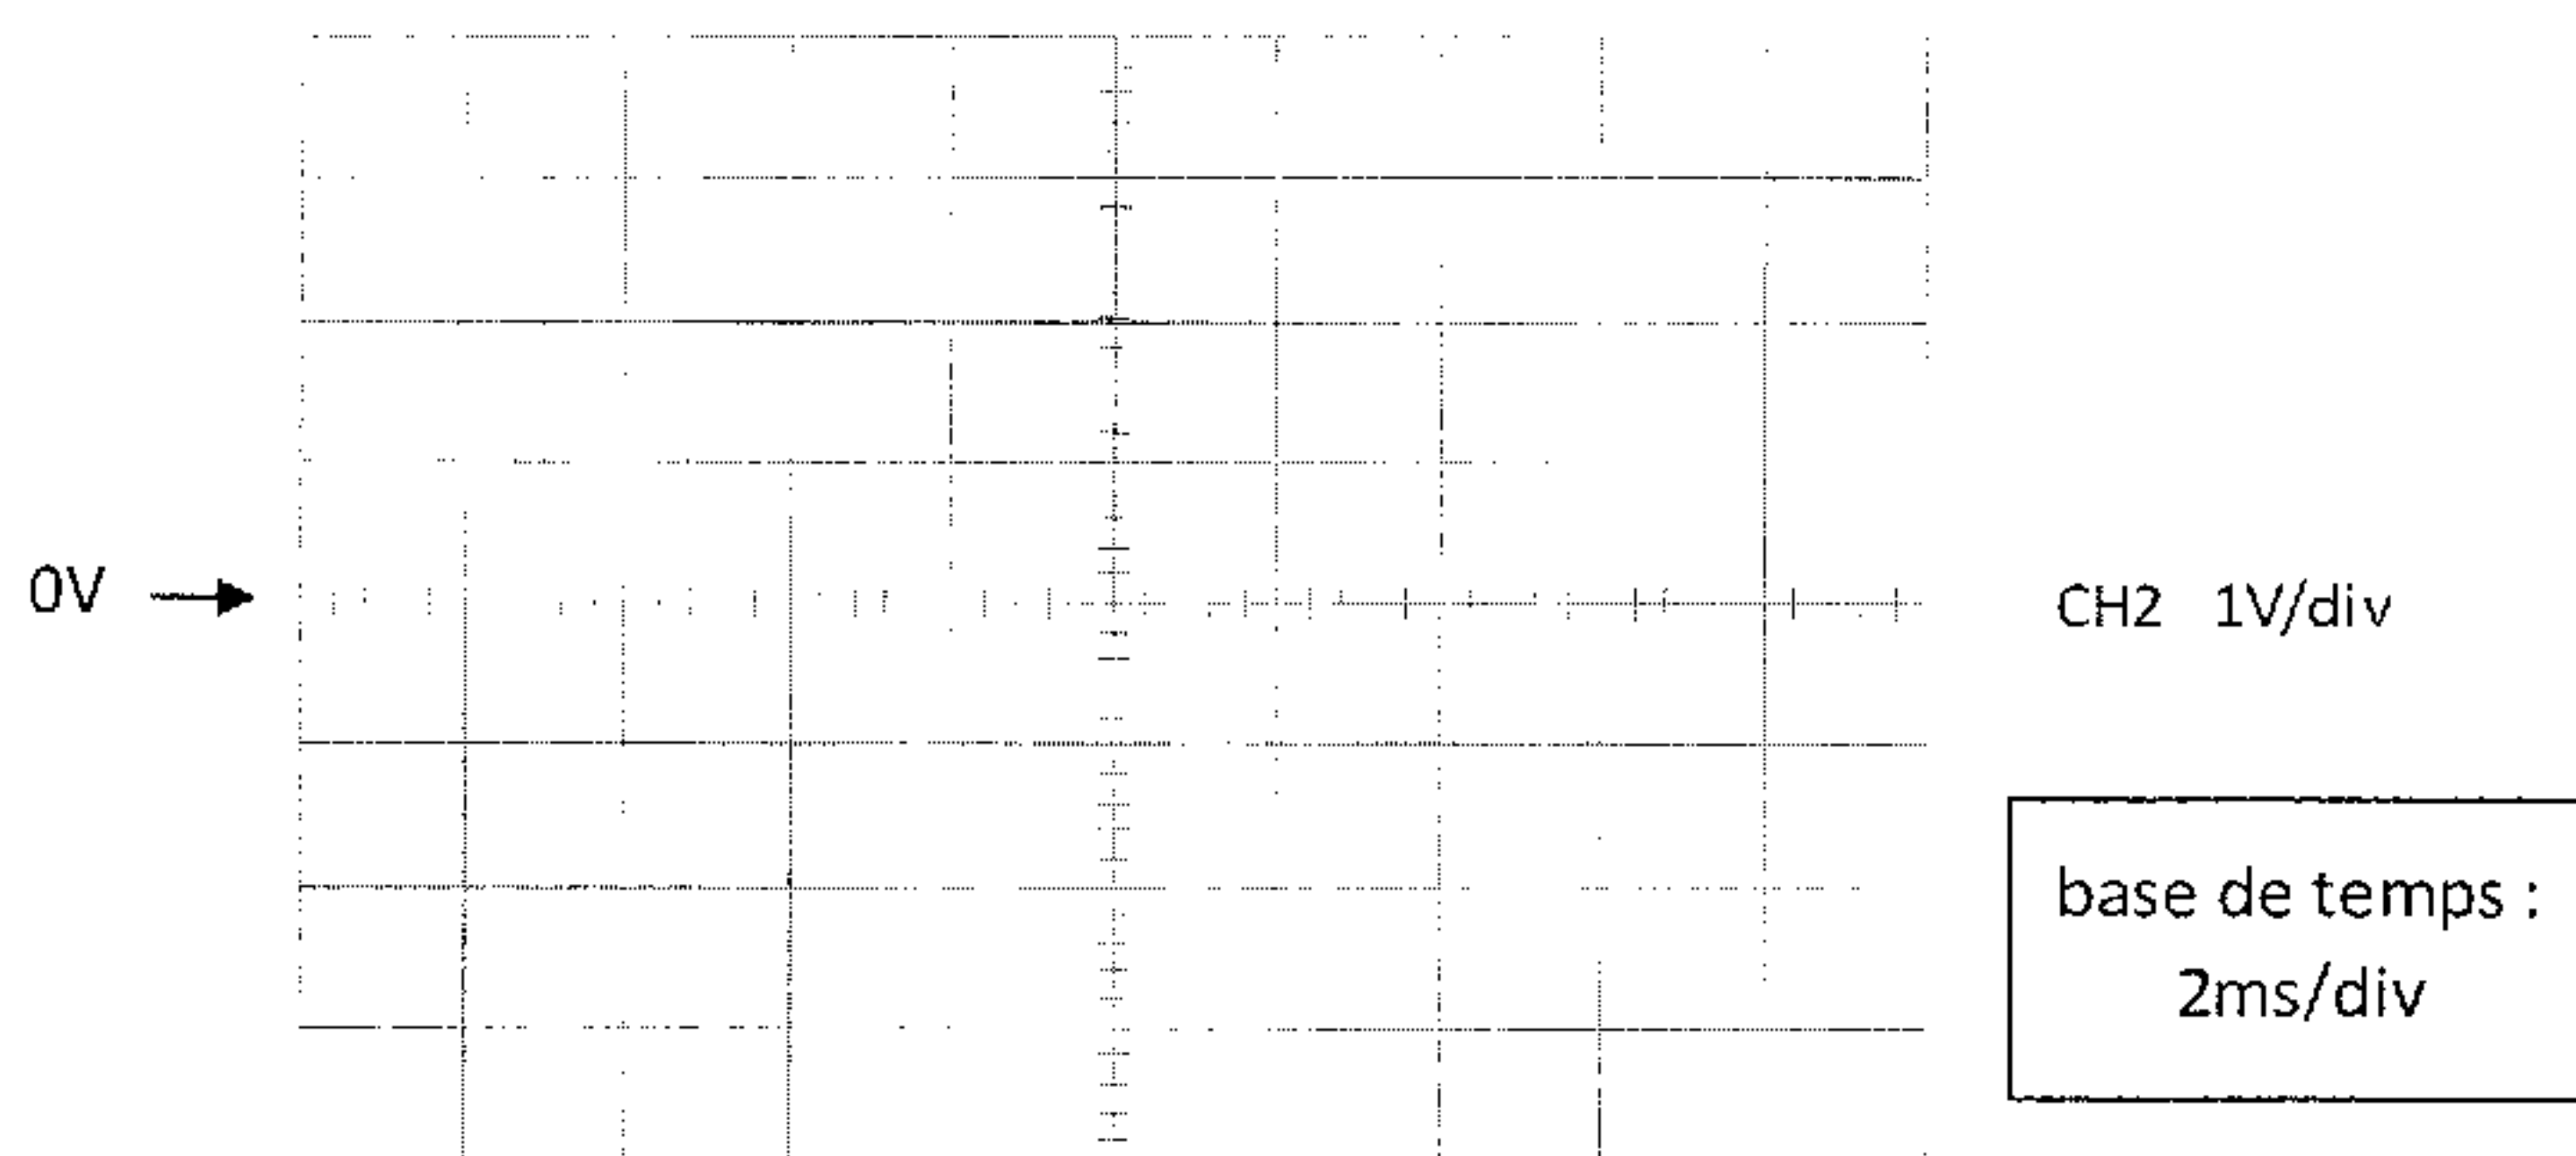

Figure 7
- $u_c(t)$ en voie CH2 sur la figure 7 du document-réponse 4 page 10.